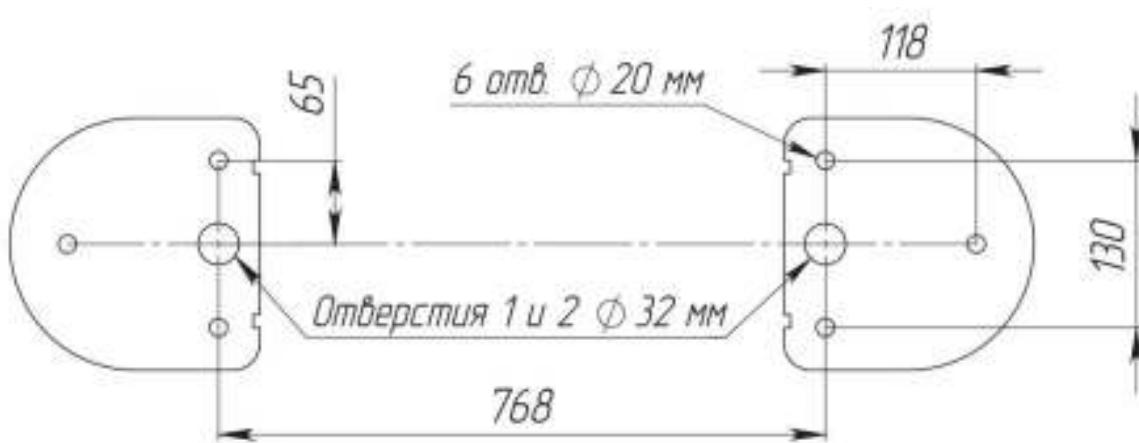

Рис. 7 Установочные размеры
4.2.3. По установочным размерам (рис. 7), подготовьте 6 отверстий диаметром 20мм в полу под анкера крепления стойки турникета. Расположение монтажных отверстий относительно внешних габаритов турникета представлено в Приложении 4. Глубина закладного отверстия должна превышать длину анкера на 5мм. Вставьте анкеры в отверстия.
4.2.4. Подводка кабелей производится через отверстие 1 или 2 (рис. 7) в нижних плитах стоек турникета.
4.2.8. Заведите в корпус турникета кабели от ПУ, БПи, при необходимости, кабели СКУД и ОПС. Подводка кабелей производится через отверстия 1 или 2 в нижних плитах стоек. В верхней части – через отверстие диаметром 32 мм, показанное на (рис. 7). Закрепите кабели кабельными стяжками.